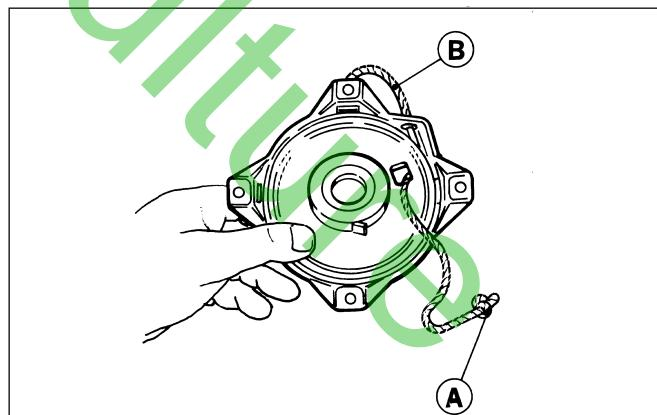

Fig. 3
- Détendre le ressort. Avec ce lanceur il est plus commode de retirer la corde de la poulie en défaissant le noeud (voir fig. 3). Pour cette opération, tirer la corde jusqu'en fin de course et bloquer la poulie, enlever la corde de son logement. Puis laisser glisser doucement la poulie en conservant une légère pression du pouce sur la poulie elle-même.
- Tourner la poulie dans le sens contraire des aiguilles d'une montre jusqu'à fin de course, puis la laisser repartir en arrière jusqu'à ce que l'orifice de la corde sur la poulie soit aligné avec l'orifice de la corde sur le corps du lanceur. Fréner la poulie avec le pouce. Enfiler la corde et la poignée. Faire un noeud provisoire d'immobilisation sur la corde pour fixer la poulie; monter la poignée défaire le noeud provisoire, laisser s'enrouler lentement la corde (Fig. 3).